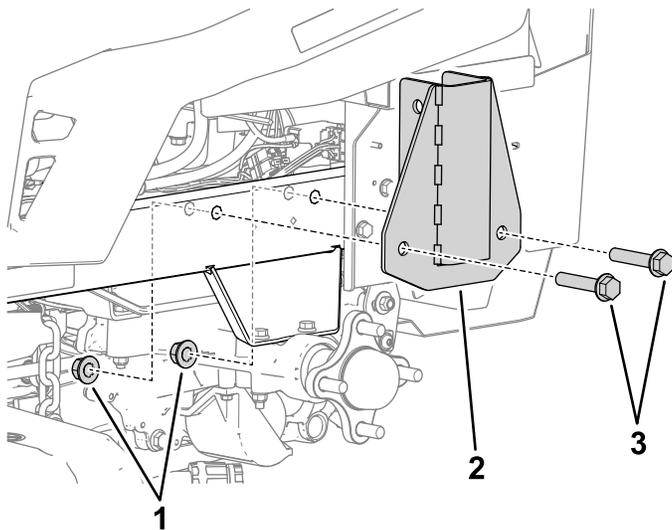

Bild 5
1. Montieren Sie die Halterungen des Überrollschutzes über der Achse am Maschinenrahmen, wie in Bild 5 dargestellt. Wiederholen Sie den Vorgang auf der anderen Seite.